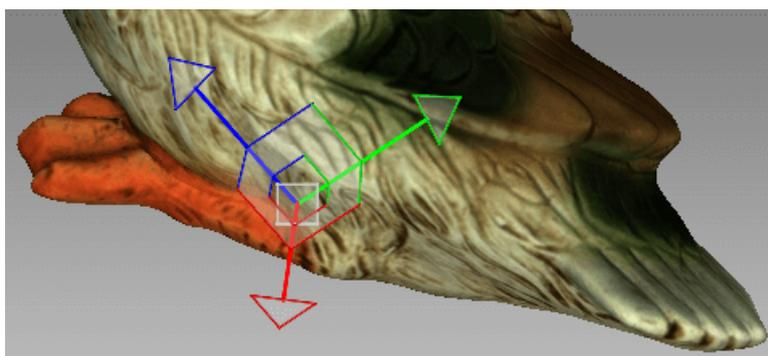

Рис. 9.43: Элемент управления в режиме переноса
- Перемещайте объект в окне *3D вида*, потянув соответствующий элемент управления (см. Рис. 9.43):